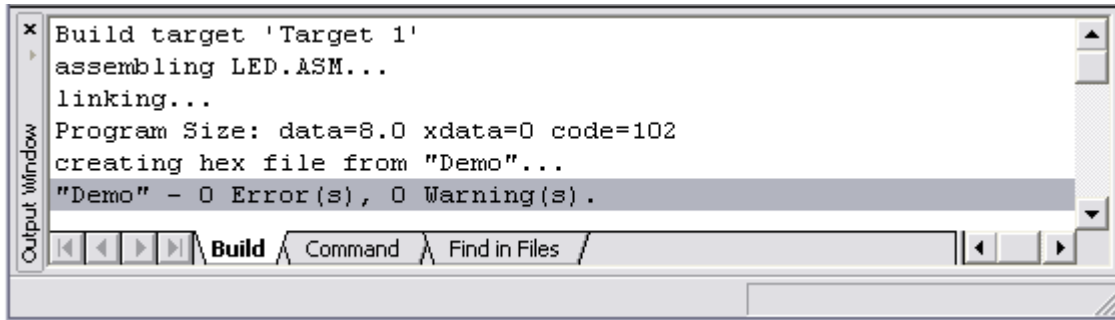

图 3.10
11) 单击工具栏的按钮  编译当前源程序。编译结果会显示在输出窗口内。如果是“0 Error(s), 0 Warning(s).”，就表示程序没有问题了（至少是在语法上不存在问题了） 参见图 3.10。如果存在错误或警告，请仔细检查您的程序是否与程序清单 1.1 一致。修改后，再编译，直到通过为止。